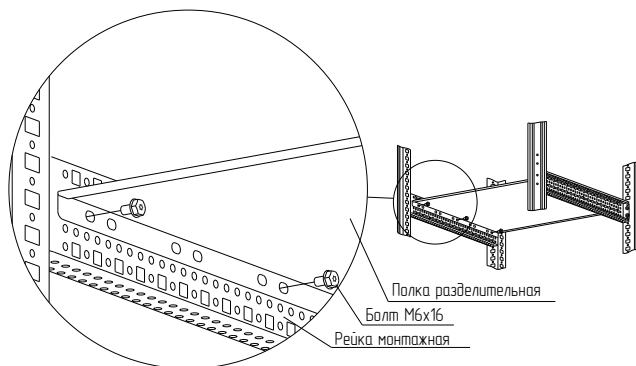

Рисунок 19
4.8.3 Закрепить полку разделительную болтами М6х16 между рейками монтажными (рисунок 19). Момент затяжки – 7 Н·м. Метизы в комплект поставки не входят.